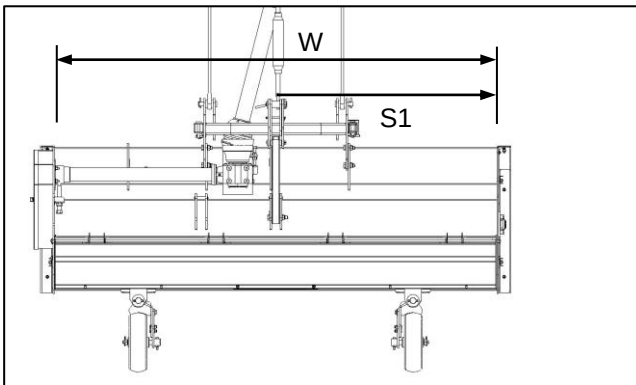

Fig. 6
- ✓ Standard offset position (Fig. 6) $S1 = \text{Working width (W)} \text{ minus } 500 \text{ mm.}$
- ✓ Standaardkontraposisie (Fig. 6) $S1 = \text{Werkswydte (W)} \text{ minus } 500 \text{ mm.}$